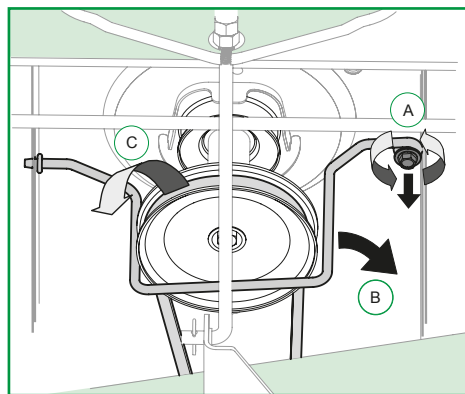

Figura 9
9. Posicione la correa (C) en la polea de transmisión del tractor;
10. Ajuste el asta de seguridad que mantiene la correa en la polea de transmisión del tractor y fíjela con un tornillo hexagonal (A) el asta de protección de seguridad (B), conforme Figura 9;